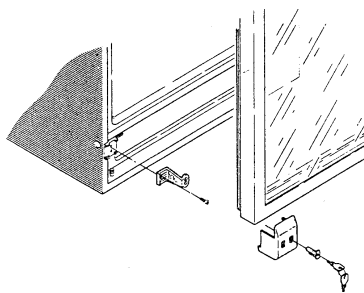

Fig. 5
6. Monter la porte (voir fig. 5). Monter la charnière supérieure comme le montre l'illustration et le faire pivoter de 180°, contre le sens des aiguilles d'une montre et serrer.